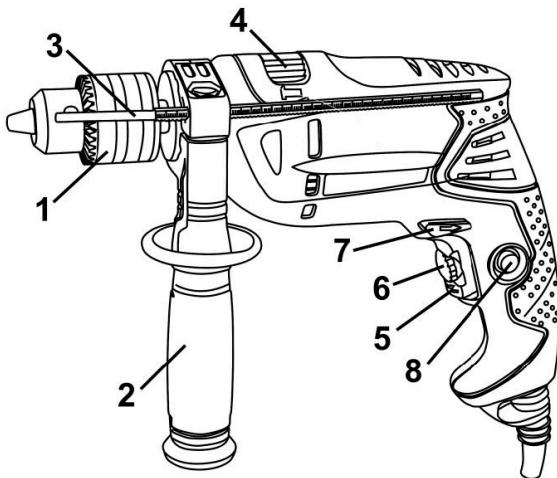

Рисунок 1
2.3.1 Виріб має два режими роботи: ударно-обертальний і обертальний. Перемикання режимів роботи виробу здійснюється переведенням перемикача (4) (див. рис.1) з одного крайнього положення в інше в сторону відповідного символу режиму роботи:
- ударно-обертальний режим - перемикач (4) повинен бути переведеним до упору убік символу ;
- обертальний режим - перемикач (4) повинен бути переведеним до упору убік символу .
4.2 Виберіть необхідний режим роботи виробу за допомогою перемикача (4) (див. рисунок 1). Перемикання режимів роботи виробу здійснюється переведенням перемикача (4) (див. мал.1) з одного крайнього положення в інше в сторону відповідного символу режиму роботи: